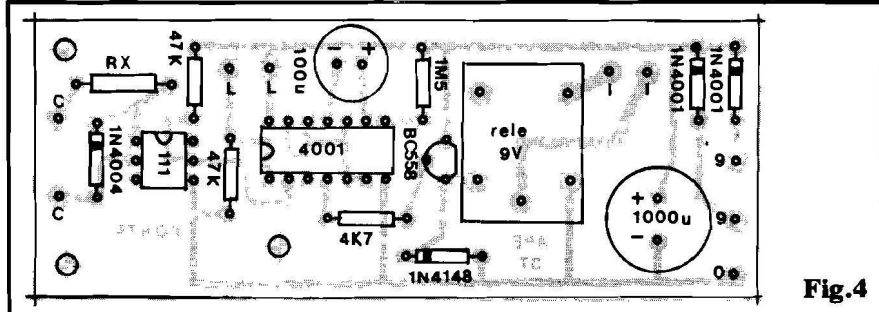

Fig.4
- FIG. 4 - "CHAPEADO" DA MONTAGEM - Sem "segredos", bastando ao Leitor/Hobbysta a "tradicional" dose de atenção, principalmente quanto ao posicionamento dos componentes polarizados (Integrado, **opto-coupler**,